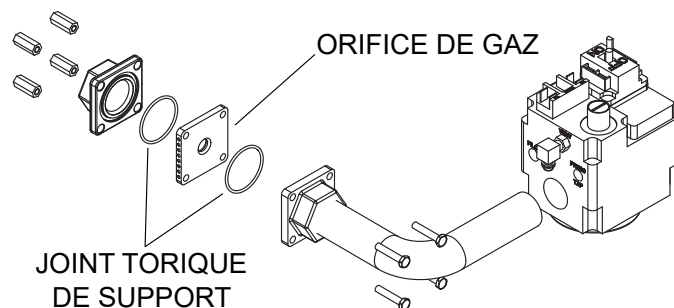

Figure 64. Emplacement de l'orifice
4. Retirez les quatre boulons et écrous qui maintiennent l'orifice de gaz en place, voir **Figure 64**.